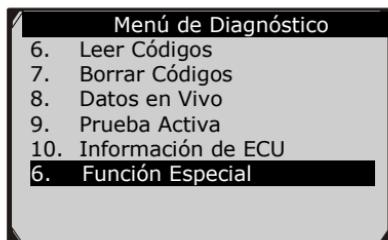

Figura 8.20
- 1) En el **Menú de Diagnóstico** (Figura 8.20), use el botón **ARRIBA/ABAJO** para seleccionar **Función Especial** para realizar la prueba del ABS. La herramienta de escaneo se mostrará como debajo.
- 1) En el **Menú de Diagnóstico** (Figura 8.20), use el botón **ARRIBA/ABAJO** para seleccionar **Prueba Activa** para realizar la prueba del actuador. La herramienta de escaneo se mostrará como debajo.